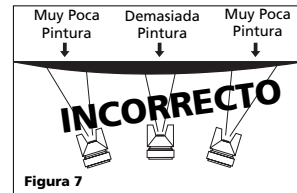

Figura 7
**NOTA:** No mantenga la muñeca fija cuando esté usando la pistola, ni pinte moviendo la pistola en arcos como un abanico. Este tipo de movimiento acerca la pistola a la superficie y crea depósitos de pintura que se concentran en el centro del área cubierta aplicando muy poca pintura en los bordes. Esto ocasionaría un acabado irregular y de mala calidad (Vea la Figura 7).